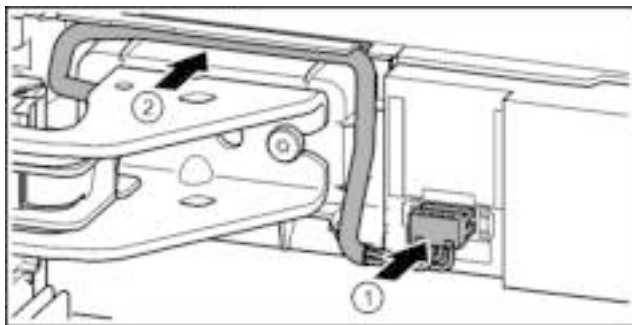

Fig. 37
- ▶ Stekker boven bovenste lagerbus vastklikken en de kabeldraad voorzichtig in de schacht plaatsen. Fig. 37 (1)
- ▶ Grijs kabel voorzichtig in de geleiding boven de bovenste lagerbus plaatsen. Fig. 37 (2)